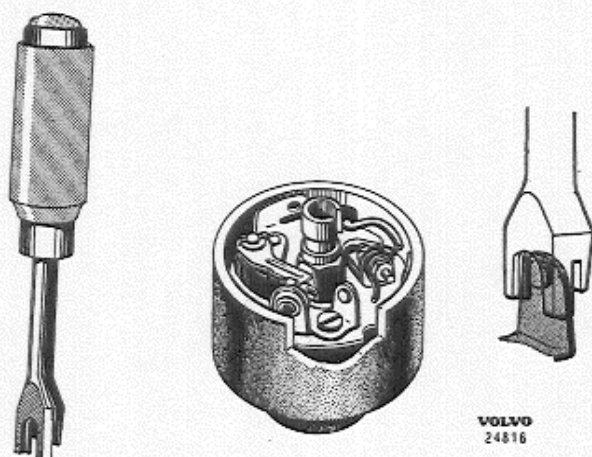

Abb. 74 Einstellung der Kontaktdenden
5. Nach dem Auswechseln der Kontakte ist zu beachten, daß die neuen Kontakte sich in der vorschrittmäßigen Höhenrichtung befinden und gegeneinander gut anliegen. Das Planschränken erfolgt mit einem Schränkwerkzeug (z.B. Bosch EFAW 57 oder entsprechend). Nur der feste Kontakt darf lt. Abb. 74 gebogen werden. Danach ist der Abstand einzustellen und der Kontaktdruck zu kontrollieren.